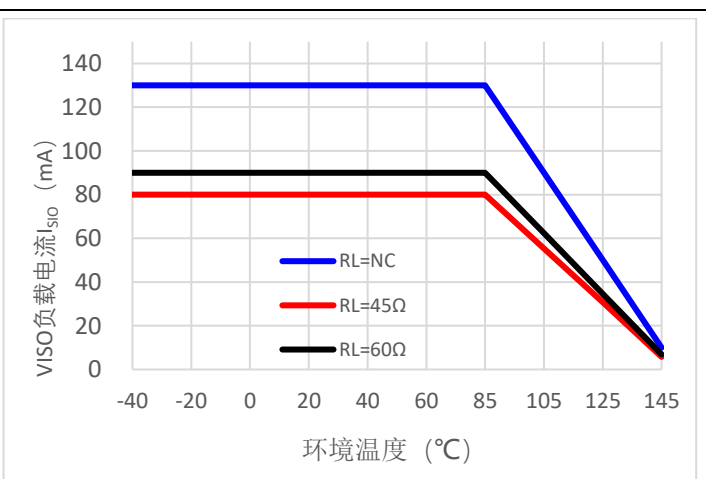

图 7.9-12
1. 当 $T_A > 85^\circ C$ 时, 最大负载可用电流以应当降低, 详细参考图 7.9-12 $V_{ISO}$ 最大负载可用电流 $I_{ISO}$ 随器件环境温度的变化;
表 9-3 列举了总线在常温下总线 CANH 和 CANL 之间  $R_L$  不同时器件最大负载可用电流  $I_{ISO}$ 。当输出电压  $V_{ISO}$  为 5V 时, 若总线 CANH 和 CANL 之间接入 45Ω 电阻, 此时总线端自身消耗的负载电流约为 50mA, 总的最大负载可用电流为 130mA, 因此  $V_{ISO}$  输出电压最多可以外供 80mA 电流。需要注意的是, 上述电流是在常温 ( $T_A = 25^\circ\text{C}$ ) 下的数据, 当温度超过  $85^\circ\text{C}$  时, 最大负载可用电流应以适当降低, 详见图 7.9-12 关于  $V_{ISO}$  最大负载可用电流  $I_{ISO}$  随器件环境温度变化的曲线。